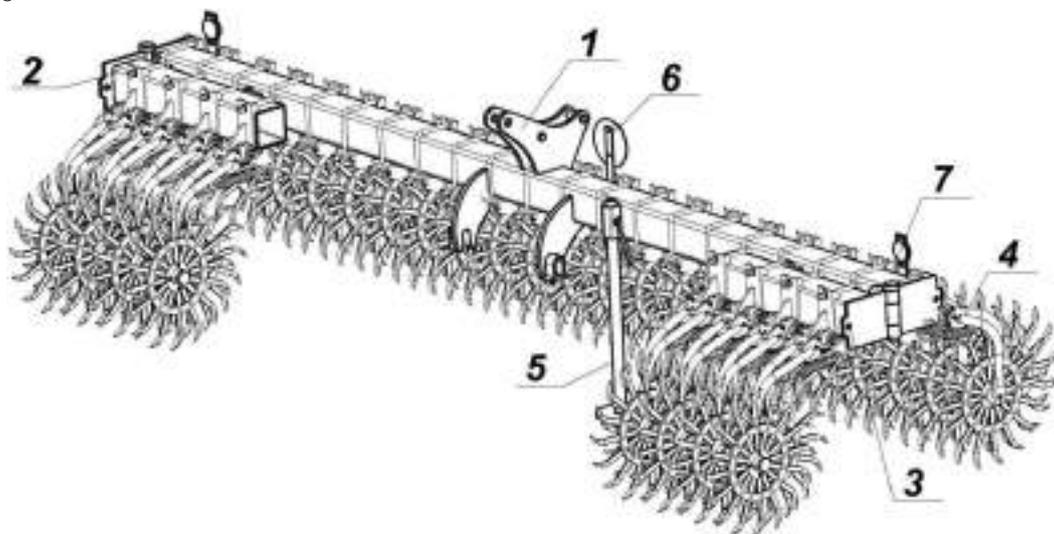

Рисунок 2. Транспортное положение бороны «Агролюкс-7,0»
- транспортное положение (рисунок 2).
В транспортном положении (рисунок 2) крылья бороны сложены поворотом вперёд и зафиксированы в данном положении штырями.